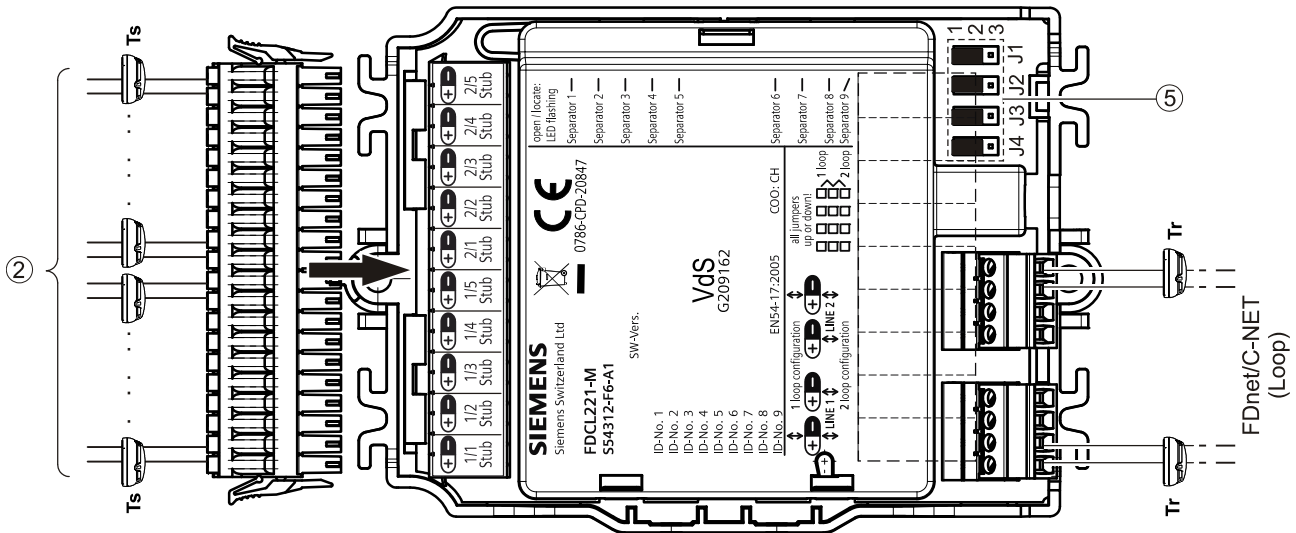
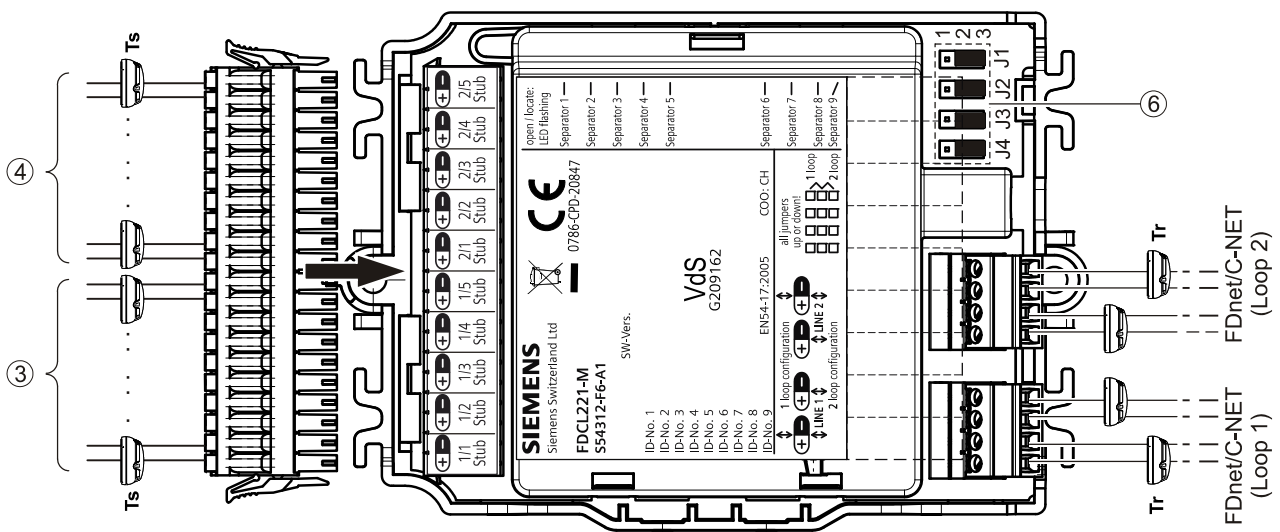

Fig. 10
Fig. 11
- 1-loop operation: Fig. 10
- 2-loop operation: Fig. 11
3. Insert jumpers J1 ... J4 according to operating mode of multi line separator module (Fig. 10 or Fig. 11).
- 1-Loop-Betrieb: Fig. 10
- 2-Loop-Betrieb: Fig. 11
3. Stecken Sie die Jumpers J1 ... J4 entsprechend der Betriebsart des Mehrfach-Linientrenners (Fig. 10 oder Fig. 11).